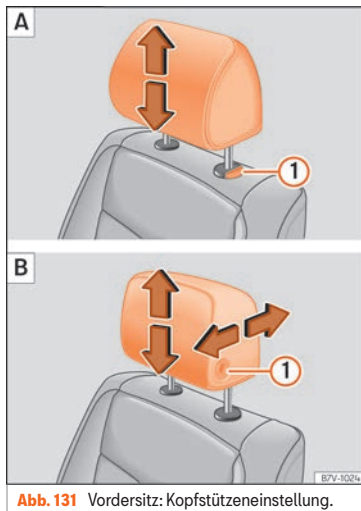
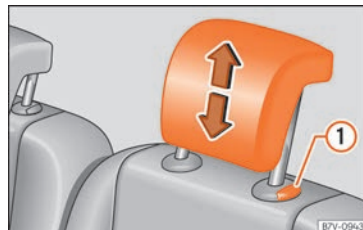

Abb. 131 Vordersitz: Kopfstützeinstellung.
Abb. 132 Kopfstützeinstellung der zweiten der dritten Sitzreihe.
- Schieben Sie die Kopfstützen in die entsprechende Pfeilrichtung nach unten oder oben. Um die vorderen Kopfstützen nach oben oder nach unten zu schieben, muss die Taste » Abb. 131 ⓘ gedrückt werden; bei den hinteren Kopfstützen muss die Taste » Abb. 132 ⓘ nur zum Absenken gedrückt werden » ⚠ in Einleitung zum Thema auf Seite 145.
- Schieben Sie die Kopfstützen bei gedrückter Taste » Abb. 131 ⓘ ⓘ in der entsprechenden Pfeilrichtung nach vorn oder hinten.